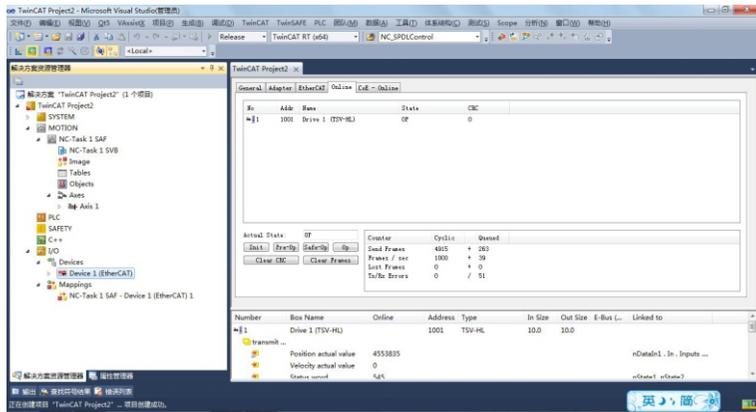

图 10
8、使用工业网线连接主站网口和伺服驱动器的 X5A 接口，驱动器上电，选择 TwinCAT 菜单 Activate configuration，查看主站在线设备列表 (图 10)，已连接从站伺服驱动器一台，并切到了 OP 状态。